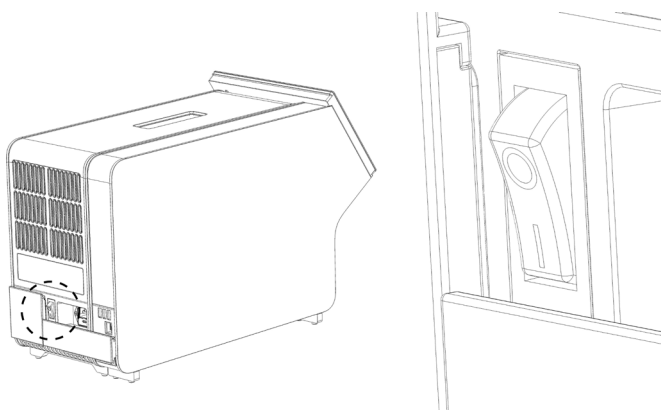

Рис. 11. Розташування вимикача живлення та переведення його в положення «I».
9. Увімкніть прилад, перевівши вимикач живлення на задній панелі аналітичного модуля в положення «I» (рис. 11,). Перевірте, чи стали індикатори стану аналітичного й операційного модулів синіми.